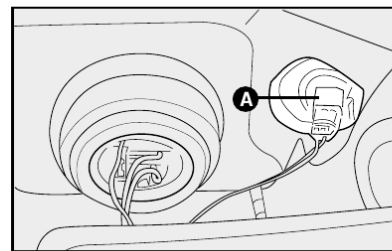

fig. 13
### SUBSTITUIÇÃO DAS LÂMPADAS DAS SETAS DIANTEIRAS - **fig. 13**
- 1) Retirar o porta-lâmpadas **A-fig.13** girando-o no sentido anti-horário;